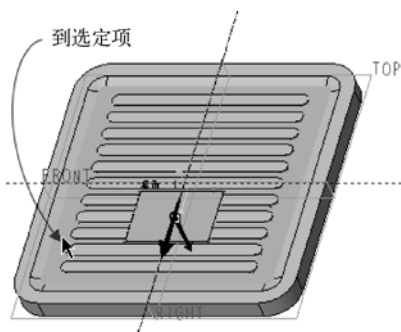

图 5-117 选择实体面
(4) 在“拉伸”选项卡的侧 1 深度选项下拉列表框中选择  (到选定项), 然后在模型中选择图 5-117 所示的实体面。